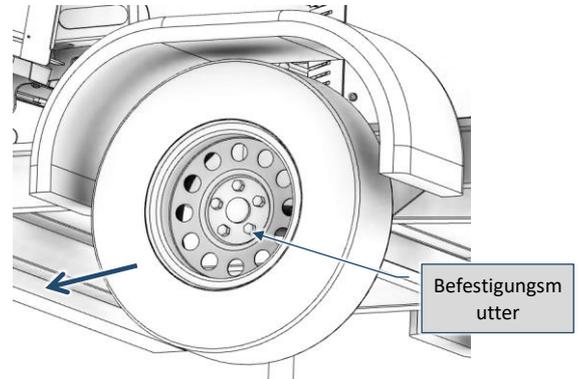

Abb. 9-37 – Entfernen der Befestigungsmuttern des Reifens
- Entferne alle Muttern, nimm das Rad ab (siehe Abb. 9-37) und ersetze es durch ein gleichartiges Rad. Informationen zur Art der montierbaren Reifen findest du im Bedienungs- und Wartungshandbuch des Fahrwerks;